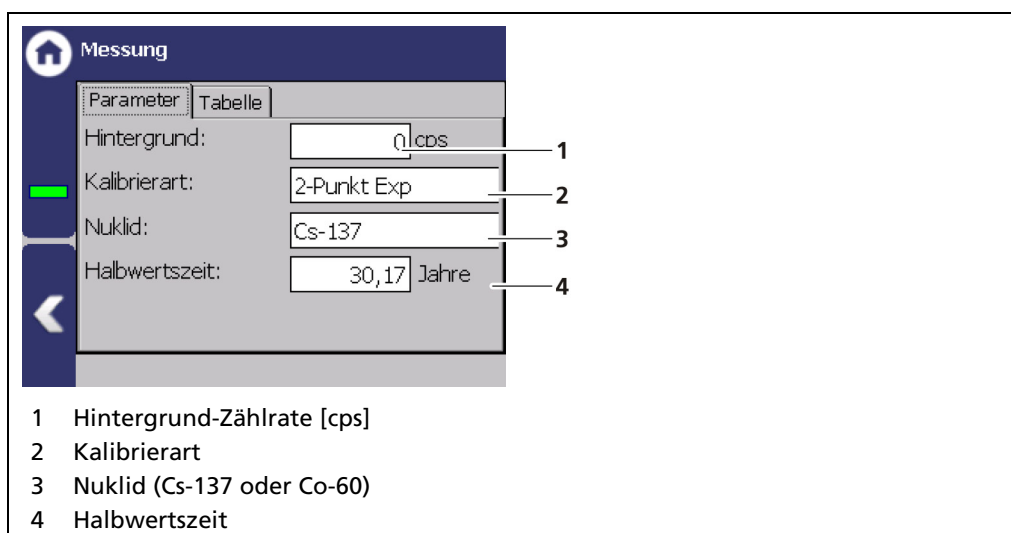

Abb. 73 Messung (Parameter)
1. Klicken Sie auf das Feld „Einlesezeit“ (Abb. 73, Pos. 2) und geben Sie die Dauer der Messung in Sekunden an. Je höher Sie die Messzeit einstellen, umso genauer fällt das Ergebnis aus.
2. Klicken Sie auf die Schaltfläche <Abgleich ausführen> (Abb. 73, Pos. 1).
- Das Fenster „Zählrate Vollabgleich“ (Abb. 73, Pos. 3) öffnet sich.
- Der Messvorgang (Abb. 73, Pos. 5) startet.